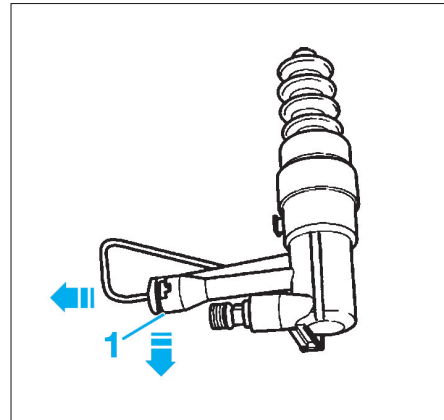

Fig. 4
- Extraire l'agrafe (1) jusqu'en butée en faisant lever avec un tournevis (Fig.4).